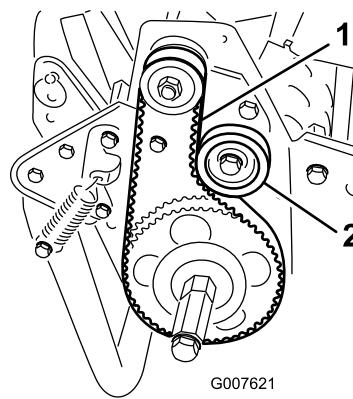

Figura 38
- Controllate la tensione premendo la cinghia al centro tra le pulegge (Figura 38) con una forza di 18-22 N. La cinghia deve flettersi di 6 mm.
- A. Allentate il dado di fissaggio della puleggia tendicinghia e ruotate la puleggia in senso orario verso il retro della cinghia, fino a ottenere la tensione desiderata (Figura 38).